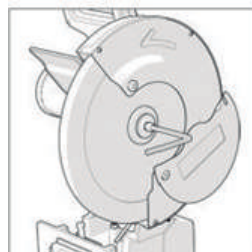

Fig. 4
- Utilice la llave hexagonal proporcionada para aflojar el tornillo del eje (Imagen 4).